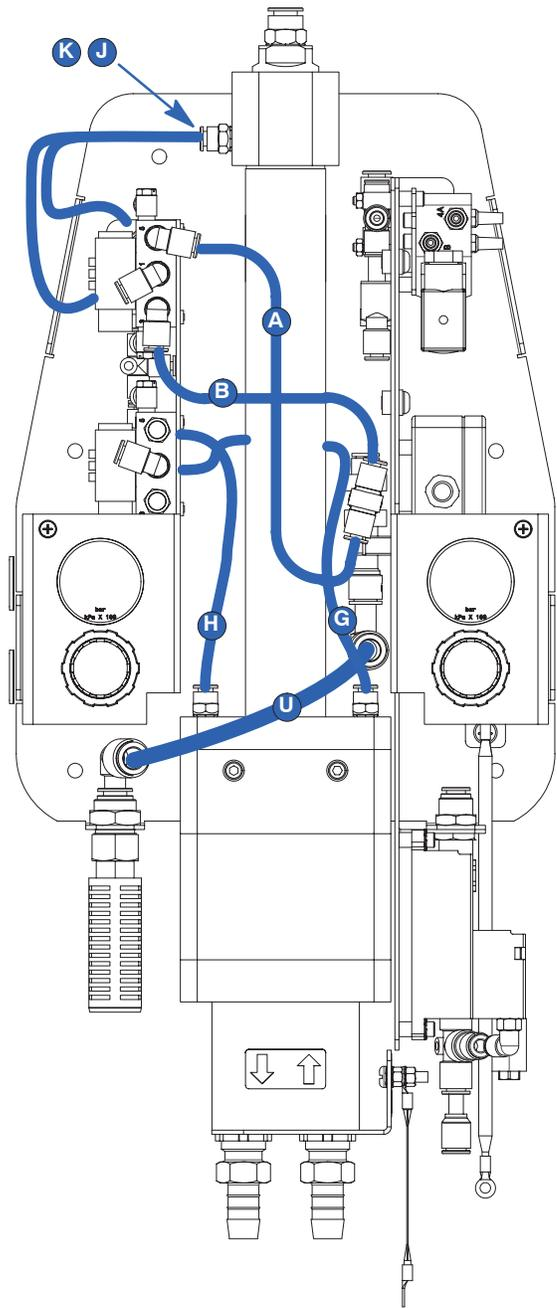
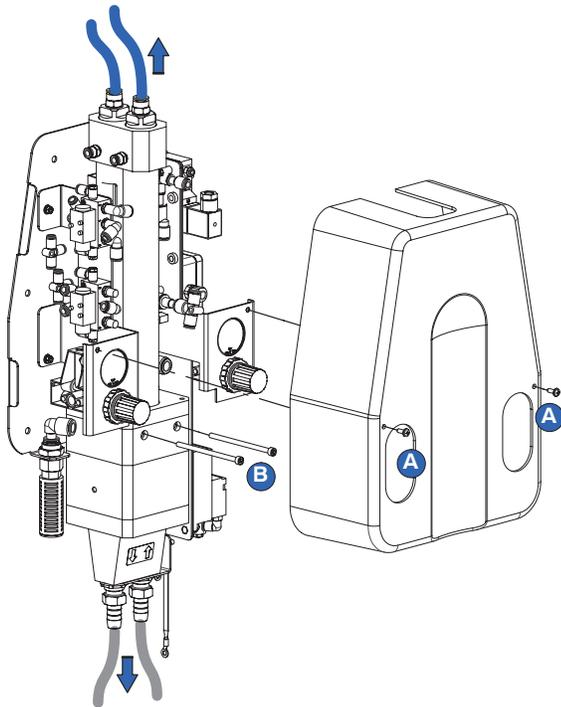

Figura 11 Desconexão dos tubos de ar
Figura 10 Remoção do conjunto da bomba
1. Consulte Figura 10. Desligue as linhas de ar de purga do topo da bomba.
3. Retire os dois parafusos (A) e a tampa da bomba.
4. Consulte Figura 11. Desligue uma extremidade de cada um dos sete tubos de ar indicados.
**NOTA:** As letras da Figura 11 correspondem às letras do Diagrama de tubagem da página 27.
5. Consulte Figura 10. Retire os dois parafusos (B), que fixam o conjunto da bomba à base. Retire o conjunto da bomba e coloque-o sobre uma superfície de trabalho limpa.